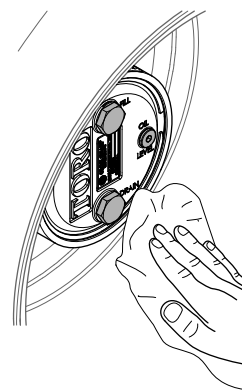

図 70
- プラネタリハウジングとブレーキハウジングをきれいに拭く図 70。